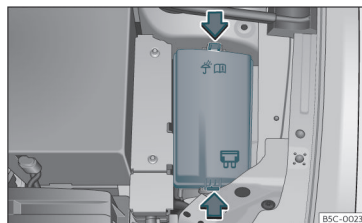

Fig. 52 En el vano motor: tapa de la caja de fusibles.
- Presione las pestañas de bloqueo para desbloquear la tapa de la caja de fusibles >>> **fig. 52.**